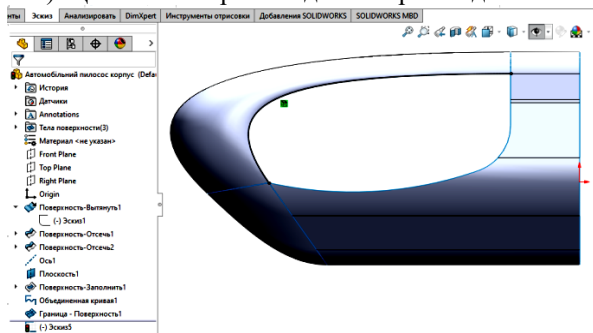

Рис.23. Ескіз на площині *Справа*
9. Будуємо новий ескіз на площині *Справа*. В якості ескізу використовуємо кромку моделі, використовуючи команду *Перетворення об'єктів* (Рис.23). Цей ескіз потрібний для створення допоміжних площин.